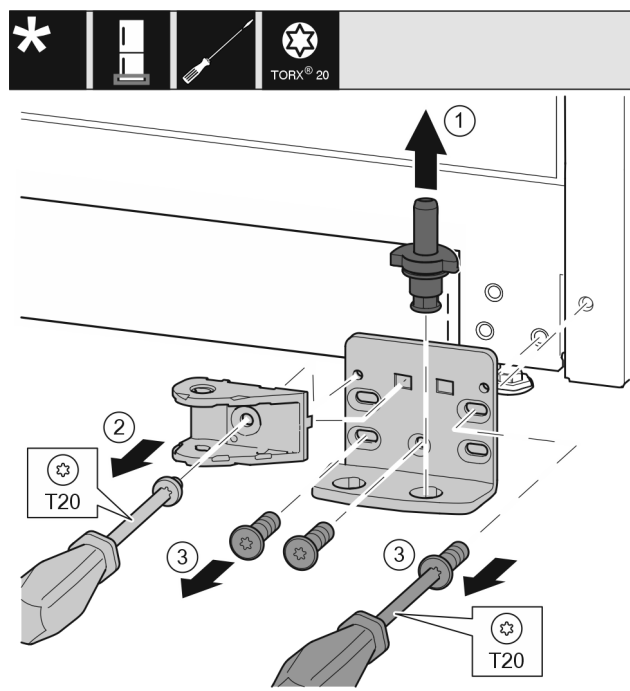

Fig. 32
- ▶ Lagerbolzen komplett nach oben herausziehen. Fig. 32 (1)
- ▶ Schraube mit Schraubendreher T20 herausdrehen und Schließdämpferverbindung abnehmen. Fig. 32 (2)
- ▶ Schrauben mit Schraubendreher T20 herausdrehen und Lagerbock abnehmen. Fig. 32 (3)